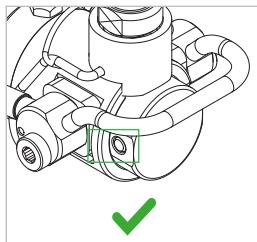

Figure 11
- Attention** : La pression dans le système doit être intégralement éliminée afin que le pointeau de sécurité (n° 5) rentre dans le connecteur et l'actionnement se débloque (*Figure 11*).